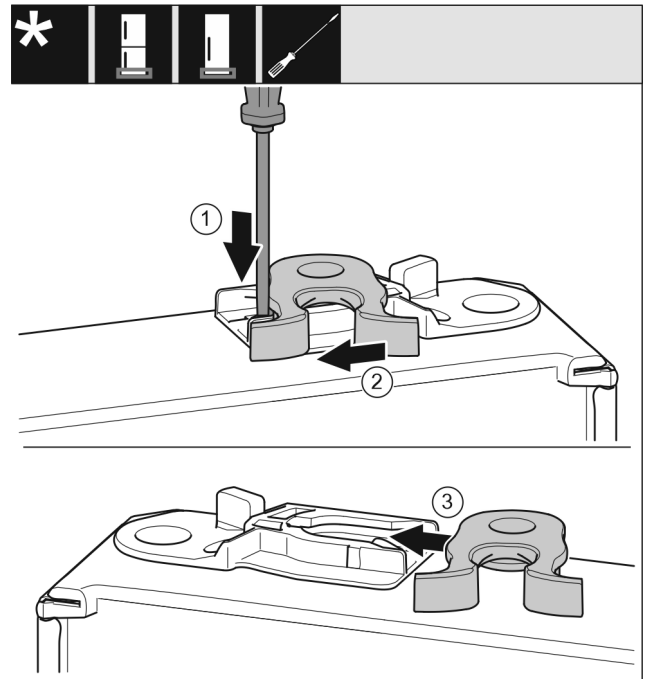

Fig. 18
- Paina kieleke Fig. 18 (1) uraruuvimeisselillä alas.
- Vedä sulkukoukku Fig. 18 (2) ulos ohjaimesta.
- Siirrä sulkukoukku Fig. 18 (3) toiselle puolelle ohjaimen.